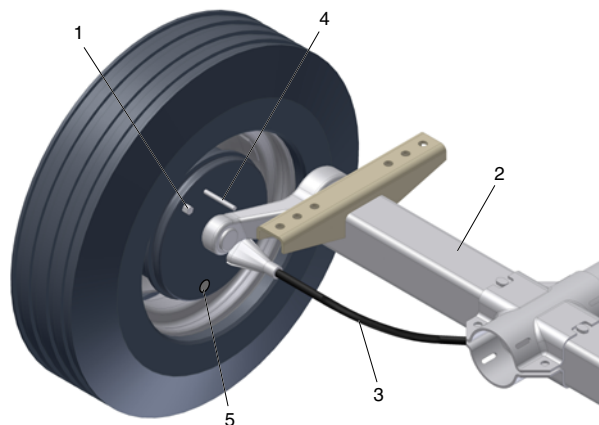

Fig. 5.5 Justering af bremsebakker
Kompressoren løftes og understøttes. Sørg for, at alle bremses er slået fra (påløbsbremse og håndbremse). Bremsekablerne må ikke være stramme. Bloker hjulbremsens drejekamskive fra ydersiden ved hjælp af en tap \varnothing 4 mm (4) gennem hullet som vist på fig. 5.5.